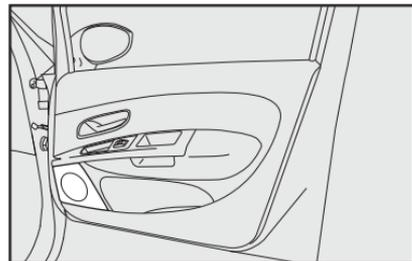

fig. 116
- Altoparlantes en las puertas delanteras **fig. 116**.